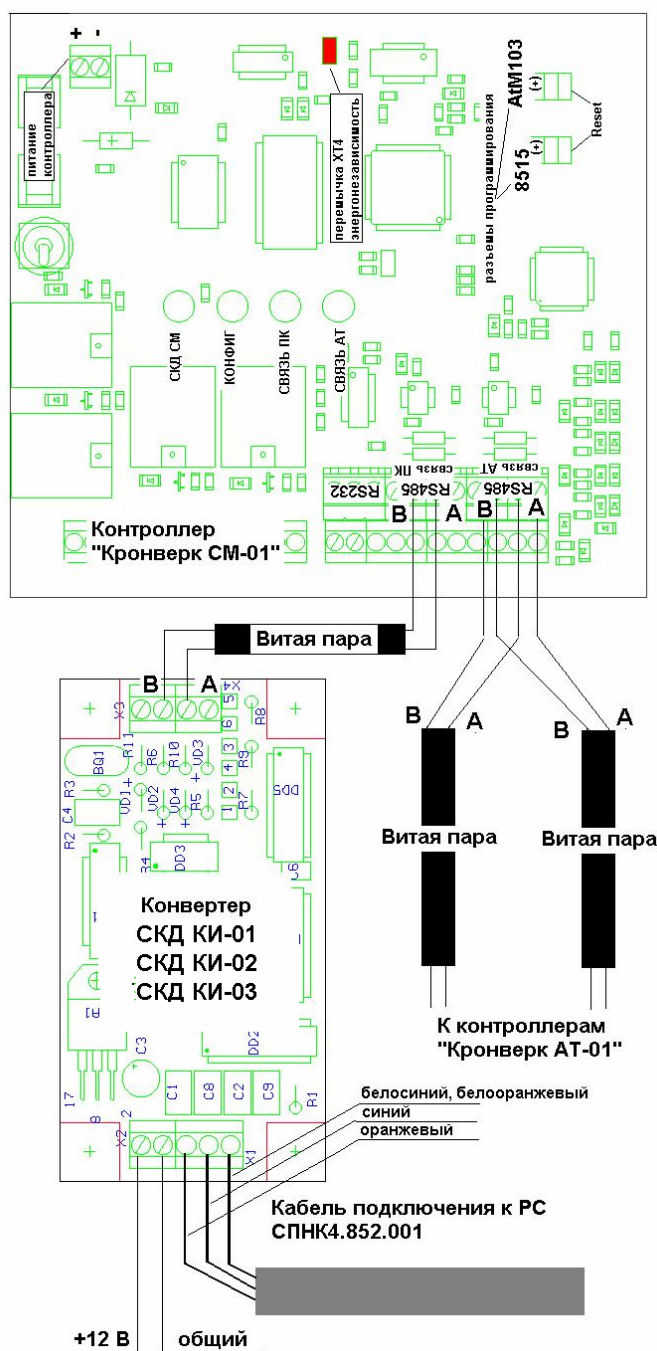

Рис. 5. Монтаж кабелей магистрали связи.
2. При подключении к COM-порту компьютера более одного контроллера Кронверк-СМ-01 (или если расстояние между контроллером и компьютером превышает 12 м.) следует использовать конвертер СКД-КИ-01...03. Подключение контроллеров с использованием конвертера показано на рис. 5.
Подключение контроллеров Кронверк-АТ-01 и Кронверк АТ+ к контроллеру «Кронверк-СМ-01» следует производить согласно рис.5.